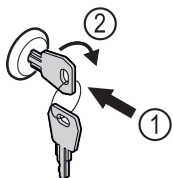

Fig. 157
- ▶ Uvucite ključ Fig. 157 (1).
- ▶ Okrenite ključ za 90° nadesno Fig. 157 (2).